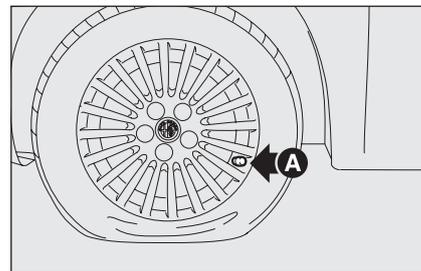

fig. 13
- posizionare la ruota per l'intervento con la valvola **A-fig. 13** rivolta come illustrato in figura dopodiché **azionare il freno a mano**, quindi estrarre il kit di riparazione rapida ed appoggiarlo sul terreno vicino alla ruota;